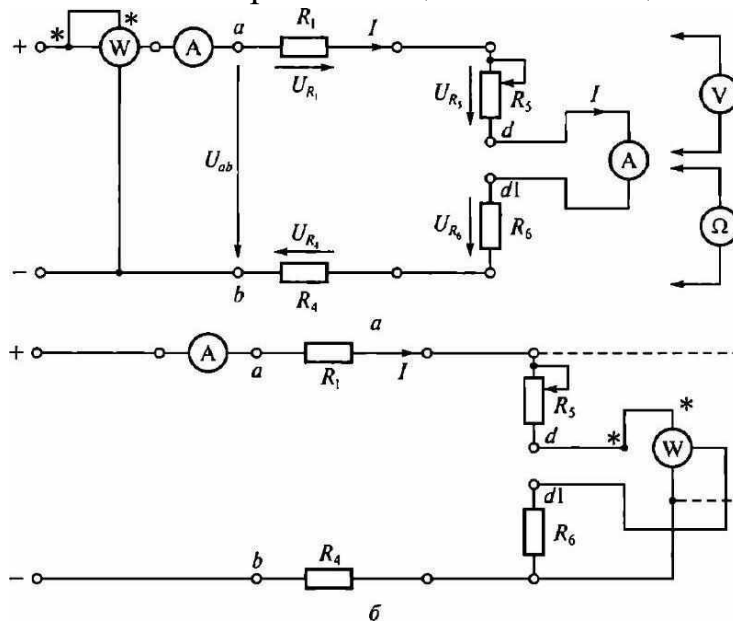

Рис. 2.1. Схемы ЭЦ постоянного тока для проверки:
3.2. Записать в протоколе испытаний применительно к ЭЦ, показанной на рис. 2.1, выражения для закона Ома, 2-го правила Кирхгофа и баланса мощностей.
3.5. Собрать ЭЦ в соответствии с рис. 2.1, а, установив вместо перемычки $d - d1$ миллиамперметр постоянного тока. После проверки схемы преподавателем подать в ЭЦ постоянное напряжение U_{ab} . Установить любое значение U_{ab} в пределах 10 ... 20 В и занести это значение в табл. 2.1.
3.8. Не изменяя сопротивления резистора $R5$ и напряжения питания U_{ab} , измерить с помощью ваттметра мощность, потребляемую каждым элементом ЭЦ и всей цепью ($P_{аб}$). Для этого токовую катушку ваттметра включать последовательно с исследуемой ветвью, в катушку напряжения — параллельно ветви (см. рис. 2.1, б). Результаты занести в табл. 2.1.
5.2. Записать в протоколе испытаний применительно к ЭЦ, показанной на рис. 2.1, выражения для закона Ома, 2-го правила Кирхгофа и баланса мощностей.
5.3. В табл. 2.4 даны значения сопротивлений ЭЦ, приведенной на рис. 2.1. Напряжение питания U_{ab} задается преподавателем.